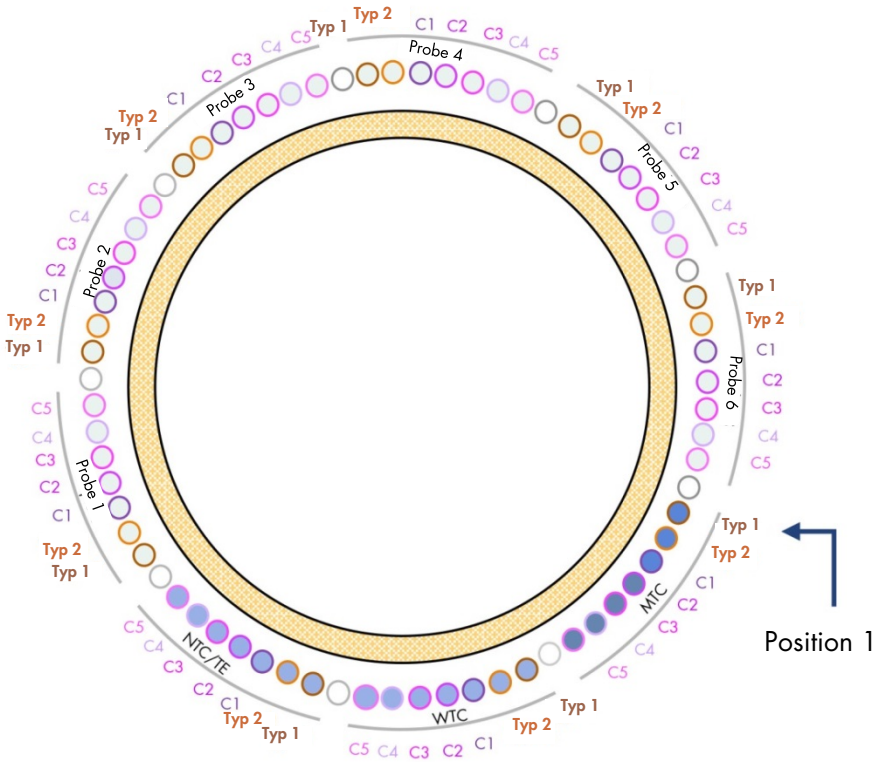

Abbildung 5. Rotoreinrichtung für eine Analyse mit dem *ipsogen* CALR RGQ PCR Kit
2. Füllen Sie den Rotor mit Röhrcchenstreifen in den zugewiesenen Positionen. Beginnen Sie dabei wie in Abbildung 5 dargestellt an Position 1 und stellen Sie leere verschlossene Streifenröhrcchen in alle unbesetzten Positionen.
Hinweis: Stellen Sie sicher, dass das erste Röhrcchen an Position 1 und die Röhrcchenstreifen in der korrekten Ausrichtung und in den in Abbildung 4 und Abbildung 5 dargestellten Positionen platziert werden.
Hinweis: Das Reaktionsgemisch TYPE 1 und die drei Kontrollen (MTC, WTC, NTC) müssen immer an den Positionen 1, 9 und 17 verbleiben, damit die (an Röhrcchenposition 1 durchgeführte) Verstärkungsoptimierung immer an der gleichen Amplifikation durchgeführt wird (siehe Abbildung 4 und Abbildung 5).